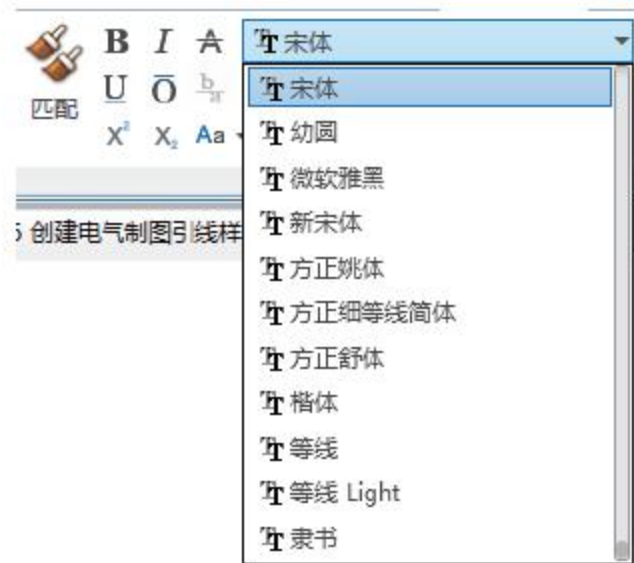

图5-110 【字体】下拉列表
- 【字体】下拉列表：单击下拉按钮，弹出字体下拉列表，如图5-110所示。选择字体，更改选中文字的样式。